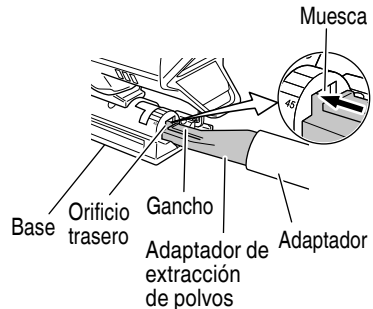

Fig. 32
- (5) Inserte el adaptador de extracción de polvos en el orificio trasero de la base hasta que el gancho encaje en la muesca. (Fig. 32)
- (6) Presione el gancho para desmontar el adaptador de extracción de polvos.